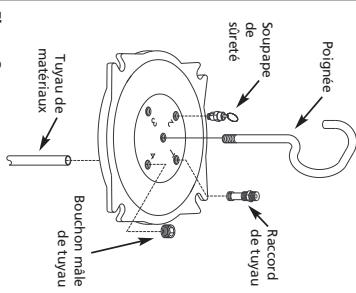

Figure 2
5. Installer le raccord de tuyau flexible dans l'orifice #1 du couvercle de réservoir du haut (Voir Fig. 2).